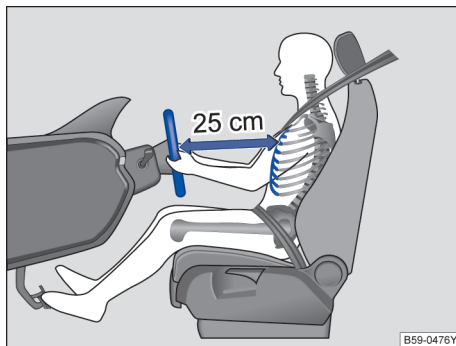

图 18 驾驶员与方向盘之间至少保持为 25 cm 的距离
- 调节方向盘，使驾驶员胸部与方向盘之间至少保持 25 cm 的距离→图 18。